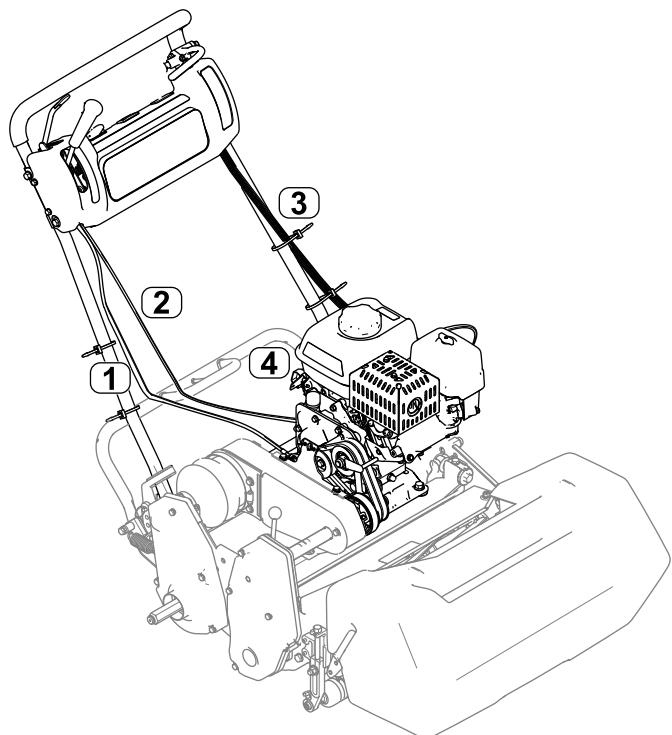

Рисунок 10
12. Установите трос дроссельной заслонки на машину, см. *Руководство по техническому обслуживанию* (Рисунок 10) для машины.
**Примечание:** Проложите трос дроссельной заслонки так, как показано на Рисунок 10. Проложите трос к левой стороне двигателя и между крышкой воздухоочистителя и топливным баком.
19. Подсоедините жгут проводов к модулю блокировки и проложите жгут проводов вверх вдоль левой стороны рукоятки (Рисунок 10).